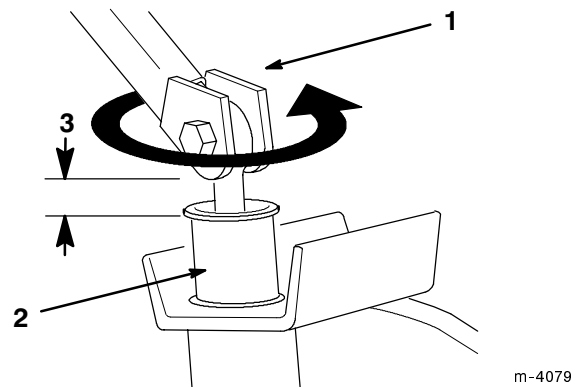

Abbildung 5
9. Die Klemmhebel in die Klemmbasen schieben, bis sie ca. 0,6 cm (1/4") von den Gummifedern entfernt sind (Abb. 5)